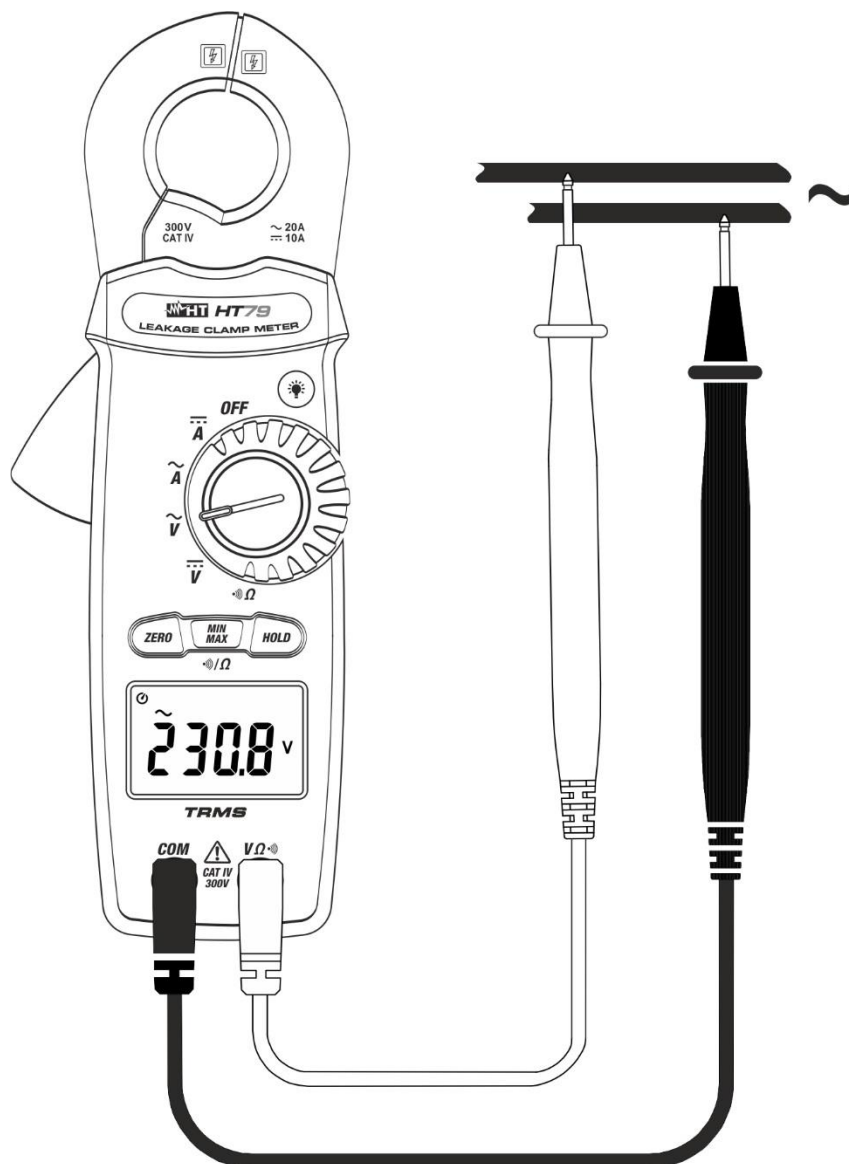

Fig. 5: Uso do instrumento para medir Tensões CA
3. Colocar as ponteiros nos pontos pretendidos do circuito em exame (ver Fig. 5). O valor da tensão será apresentado no display.